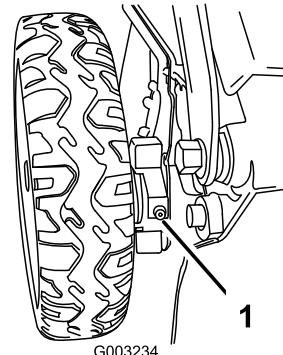

Figura 51
1. Limpie con un trapo limpio los puntos de engrase situados justo dentro de las ruedas traseras (Figura 51).